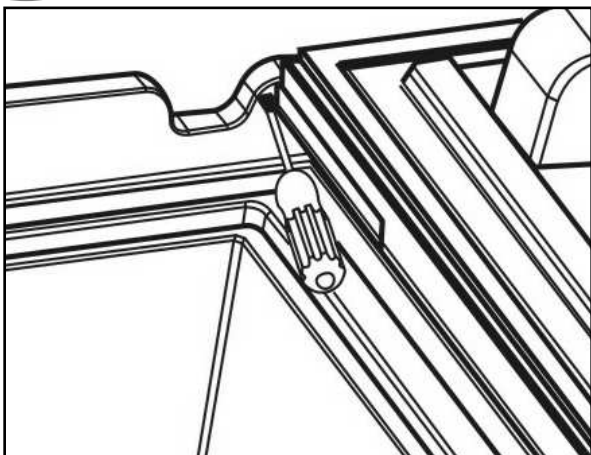

Abbildung 10.
- Entfernen Sie die 6 Schrauben (1) des Bodenrahmens und nehmen Sie den Rahmen ab.
- Öffnen Sie die Tür und entfernen Sie die Halteklammer (2) des oberen Scharniers mit Hilfe eines Schraubenziehers und drücken Sie den Stift heraus. (Abb. 10.)
- Entfernen Sie den Stift des unteren Scharniers (3) und die untere Scharnierhalterung (4) genauso, wie die obere.
- Setzen Sie den unteren Scharnierstift (3) auf der gewünschten Seite ein.
- Setzen Sie die Unterlegscheibe und die Tür ein und drücken Sie die obere Halteklammer (2) ein.
- Setzen Sie die beiden Scharnierhalterungen (4) ebenfalls ein.